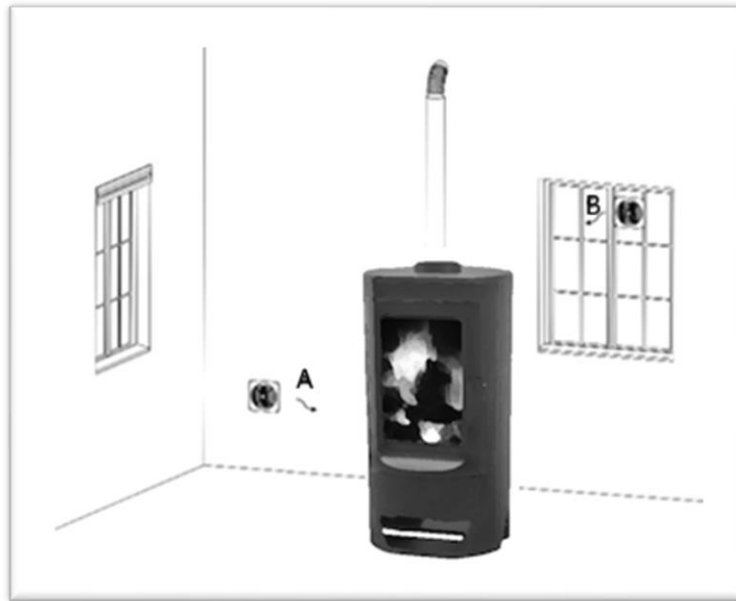

Figura 1
1. O ambiente onde o fogão está instalado deve ter uma ventilação adequada, uma vez que o fogão irá aspirar a quantidade de ar necessária tanto para a combustão como para o aquecimento. Se não existirem janelas, ou se as janelas e portas estiverem bem fechadas, ou se existirem dispositivos como um exaustor, deve ser fornecido ar a partir do exterior. Podem ser utilizadas grelhas como as apresentadas na Figura 1 (A e B).